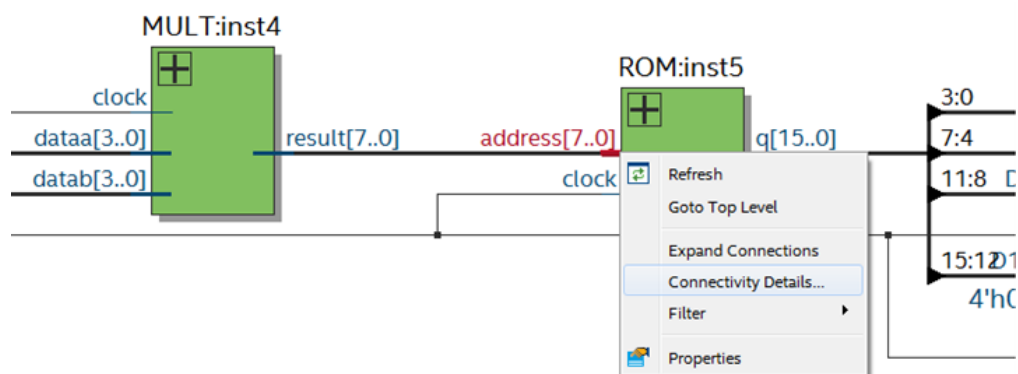
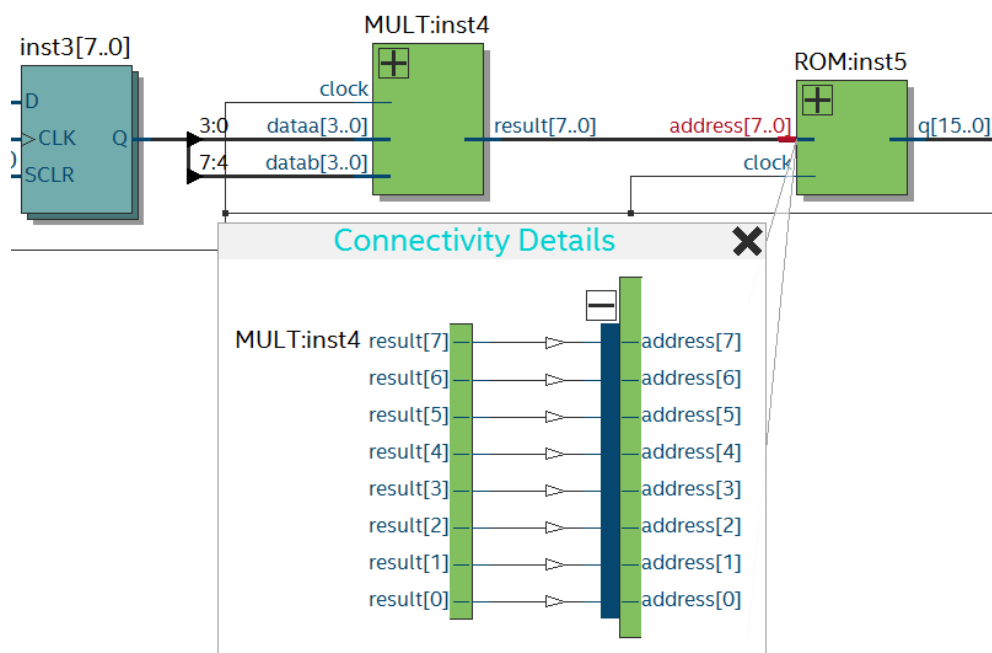

Рис. 44 Просмотр детальной информации о сигналах, поступающих на вывод компонента
Рис. 45 Детальная информация о сигналах на выводе address[7..0] компонента ROM
9.4. Если выделить ЛКМ ввод или вывод компонента, нажать ПКМ и выбрать в меню **Connectivity Details** (рис. 44) , то можно увидеть детальную информацию о сигналах, поступающих на этот вывод (рис. 45).